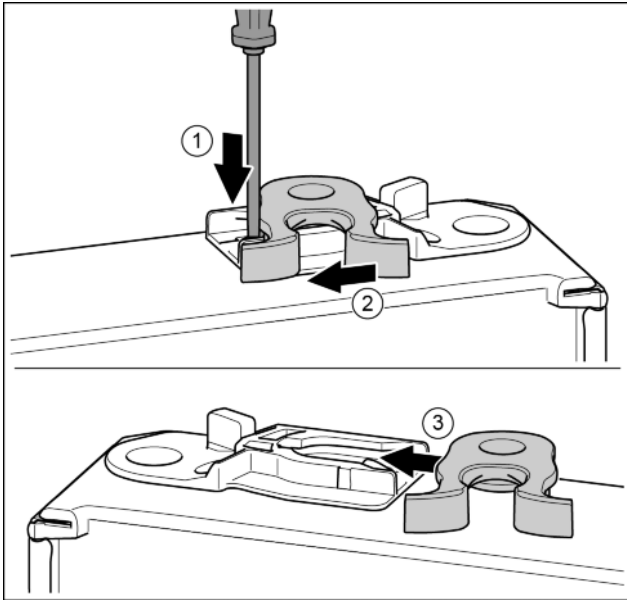

Fig. 17*
- Nyomja le a fedőlemezt csavarhúzóval.* Fig. 17 (1)
- Húzza ki a záróhorgot a vezetősínből.* Fig. 17 (2)
- Tolja be a záróhorgot a másik oldalon lévő vezetősínbe.* Fig. 17 (3)